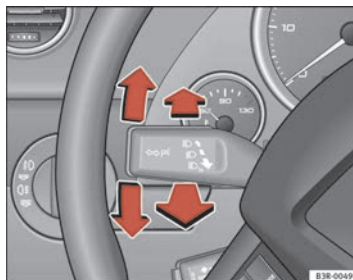

Fig. 93 Leva degli indicatori di direzione e degli abbaglianti
- Portare la leva completamente verso l'alto per mettere la freccia a destra e verso il basso per mettere la freccia a sinistra => **fig. 93.**